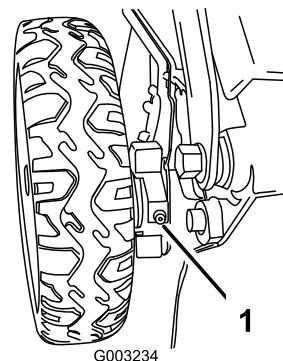

Figura 48
- Limpie con un trapo limpio los puntos de engrase situados justo dentro de las ruedas traseras (Figura 48).